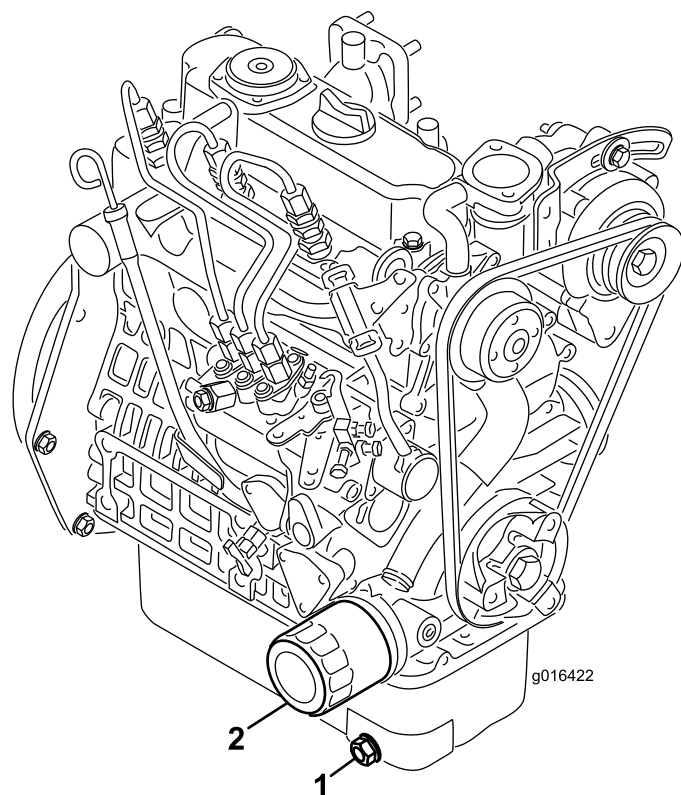

Figura 34
1. Retire el tapón de vaciado (Figura 34) y deje fluir el aceite a un recipiente apropiado. Cuando el aceite deje de fluir, coloque el tapón de vaciado.